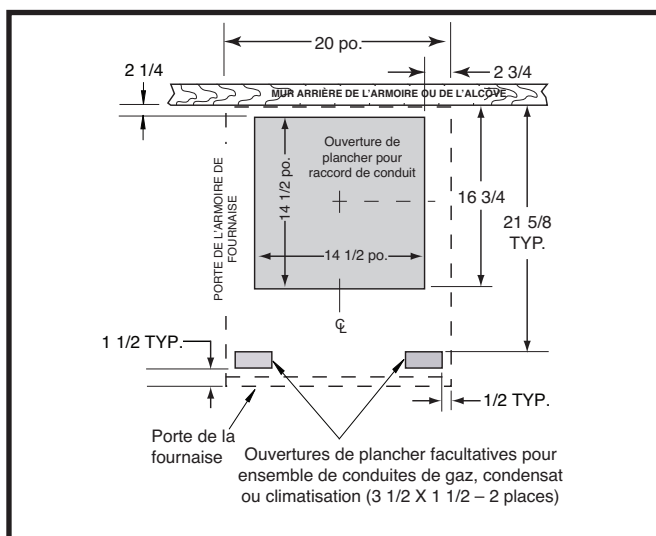

Figure 10. Dimensions de l'ouverture de plancher
1. Mesurez à partir du mur arrière ou de l'alcôve et marquez la ligne centrale du trou dans le plancher. En utilisant la ligne centrale comme point de départ, tracez le reste du trou pour les conduits en fonction des dimensions données dans la Figure 10.
REMARQUE IMPORTANTE : Les ouvertures dans le plafond et le toit doivent être positionnées soigneusement pour prévenir les erreurs d'alignement entre la fournaise, les conduites d'air de combustion et les conduites d'évacuation. Voyez la Figure 10.